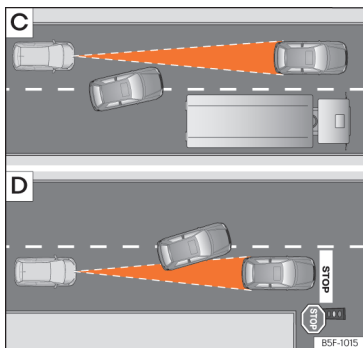

Fig. 135 C) Canvi de carril d'un vehicle. D) Vehicle girant i un altre d'aturat.
- Vehicles que canviïn al carril pel qual esteu circulant i a poca distància del vostre vehicle » » » **fig. 135 C.**
Podria ser que l'ACC no reaccionés davant de vehicles aturats. Si un vehicle detectat per l'ACC gira o s'aparta i davant seu hi ha un vehicle aturat, l'ACC no reaccionarà a la seva presència » » » **fig. 135 D.**